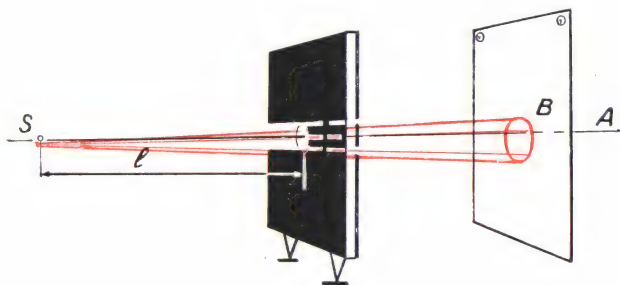

Рис. 2.
чем 2000 лет назад, когда зародилась наука о свете. Доказать это легко (рис. 2). Перед светящимся телом S на расстоянии l поставим экран с круглым отверстием, диаметр которого равен d . Если размеры тела S значительно меньше, чем l и d , тогда источник света (S) называется точечным. За экраном в параллельной ему плоскости поместим лист белой бумаги: на нем появится правильный светлый круг. Это и доказывает, что свет идет прямолинейно.
Если световой луч падает на плоскую грань призмы (рис. 2 на цвет. табл. у стр. 176), т. е. на границу раздела двух сред (воздуха и стекла), под углом α , то какая-то часть света отразится, а другая часть войдет
Вернемся к оптической схеме спектроסקоп (рис. 2 на цвет. табл. у стр. 176). Щель коллиматора A расположена в фокальной плоскости линзы L_1 . Эта щель, как правило, должна быть очень узкой. Если перед щелью помещены два источника света — желтого ($\lambda = 0,589$ мк) и синего ($\lambda = 0,470$ мк), то световые пучки, пройдя через призму, дадут в фокальной плоскости линзы L_2 два изображения щели — желтое и синее. Их можно увидеть, если в фокальной плоскости $B-B$ поставить матовое стекло. Между главной оптической осью линзы L_2 и осями этих световых пучков образуются различные углы: для желтого цвета — угол α_1 , для синего — угол α_2 .